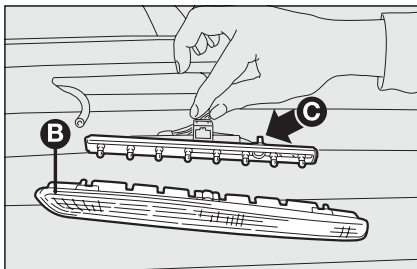

fig. 33
- verwijder het lampenglas **B-fig. 33** en maak de stekker los;
- druk de lippen **C-fig. 33** naar elkaar en neem de lamphouder uit;